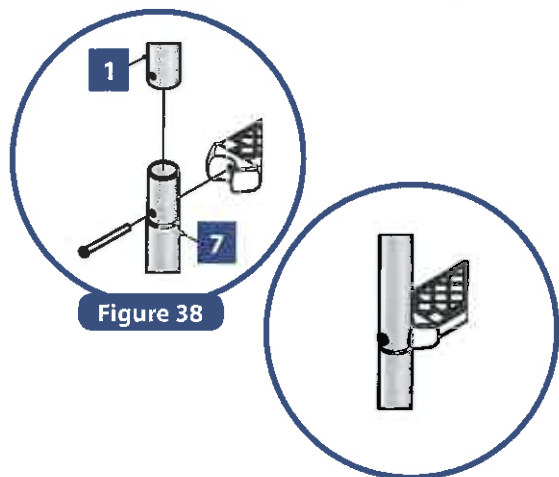

Figure 38
- Assembler la rampe supérieure **1** et inférieure **7** en les introduisant l'une dans l'autre (figure 38). Fixer les marches **6** aux rampes à l'aide des boulons **8**, des rondelles **4** et des écrous **9**.